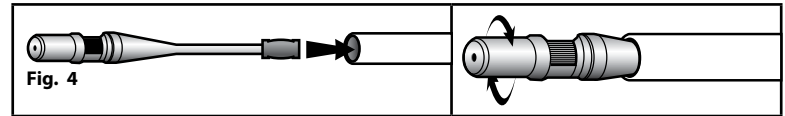

Fig. 4
3. Inserte el colimador en el cañón y gírelo en sentido antihorario hasta que encaje bien dentro del cañón (Fig. 4).